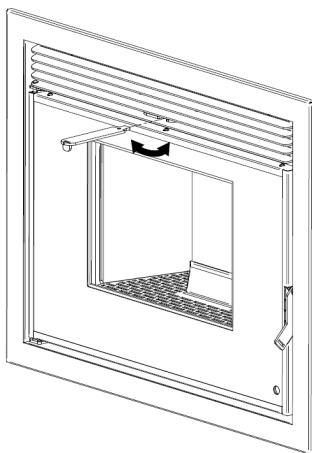

Figura 20 – Instalação inserível a pellets
- A quantidade de ar que flui para a frente do equipamento e a que flui através dos tubos para canalizar o ar, pode ser ajustado utilizando para a mesma o acessório para abrir a porta e os fechos de segurança. Coloque a parte traseira do acessório entre a grelha na sua parte central como mostra a Figura 20, é possível verificar que há uma peça em que se encaixa perfeitamente e é capaz de rodar e mover um deflector que faz com que o ar seja dirigido para a frente ou para os tubos de ar. Para segurança, há sempre uma quantidade mínima de ar que tem que sair na frente do equipamento. Depois de ajustar a posição deve-se remover o acessório, de modo que esteja sempre frio.